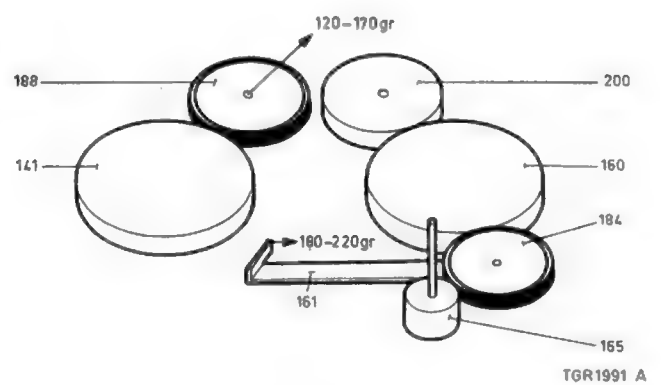
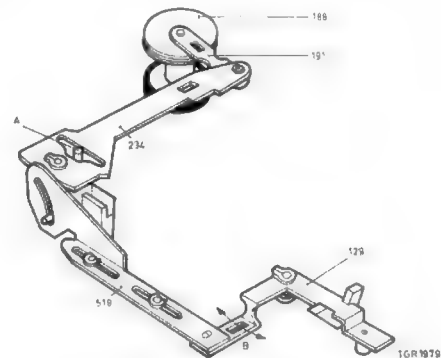
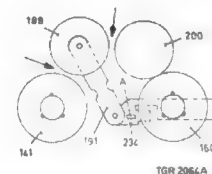
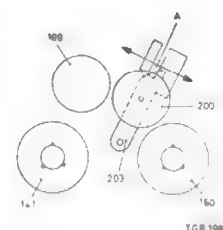

Fig. 25
Fig. 26
Fig. 27
Fig. 28
#### Controle van de aandrukkracht van tussenwiel pos. 184 tegen de rechter spoelschotel pos. 160, zie fig. 25
De kracht nodig om tussenwiel pos. 184 juist van de rechter spoelschotel en het vliegwieltje te lichten moet 180 tot 220 g bedragen. Dit meten op beugel pos. 161, zie fig. 25. Wijkt deze kracht te veel af dan moet veer pos. 159 vervangen worden.
#### Instelling beugel pos. 129, zie fig. 26
- Beugel pos. 129 moet nu zodanig worden ingesteld, dat nokje A op beugel pos. 190 zich juist in het midden bevindt van de opening in beugel pos. 234 (zie fig. 26).
- Dit is in te stellen door met behulp van een schroevendraaier (welke in slobgat B wordt gestoken) beugel pos. 129 te verbuigen.
#### Instelling van het tussenwiel pos. 188, zie fig. 27
- Tussenwiel pos. 188 moet nu zodanig worden ingesteld dat deze zich juist in het midden bevindt t.o.v. de linker spoelschotel pos. 141 en tussenwiel pos. 200. (Tussenwiel pos. 200 moet tegen de rechter spoelschotel pos. 160 aanliggen.) Dit is in te stellen door met behulp van een schroevendraaier beugel pos. 234 te verbuigen.
- De kracht nodig om tussenwiel pos. 188 juist van de linker spoelschotel te lichten in de stand "rewind" moet tussen de 120-170 g bedragen.
- Dit meten op het asje van tussenwiel pos. 188, zie fig. 25.
- Wijkt bovengenoemde waarde te veel af dan moet veer pos. 186 vervangen worden.
#### Instelling van het tussenwiel pos. 200, zie fig. 28
- Tussenwiel pos. 200 moet zodanig worden ingesteld dat deze zich juist in het midden bevindt t.o.v. de rechter spoelschotel pos. 160 en tussenwiel pos. 188. (Beugel pos. 203 moet tegen lip A op het chassis aanliggen.)